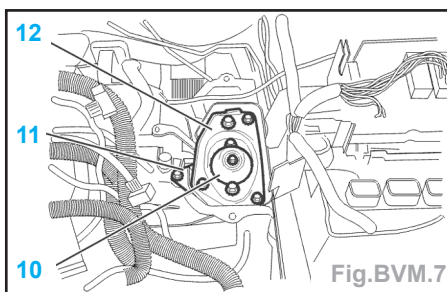

Fig.BVM.7
- Accrocher la boîte de vitesses en (B).
- Déposer (Fig.BVM.7) :
- le silentbloc (10),
- le support d'axe de boîte de vitesses (11),
- le support de silentbloc (12).